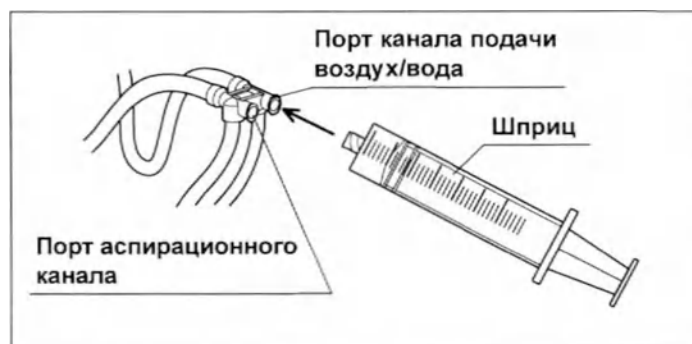

Рис. 5.66
- 6 Присоедините шприц к порту канала подачи воздух/вода инъекционной трубки. (см. рис. 5.66)
- 10** Присоедините шприц к порту канала подачи воздух/вода инъекционной трубки. (см. рис. 5.66)
- 18** Присоедините шприц к порту канала подачи воздух/вода инъекционной трубки. (см. рис. 5.66)